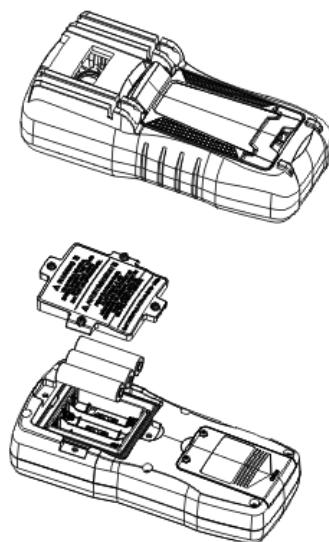

Abbildung 17
3. Batteriewechsel (Abbildung 17)